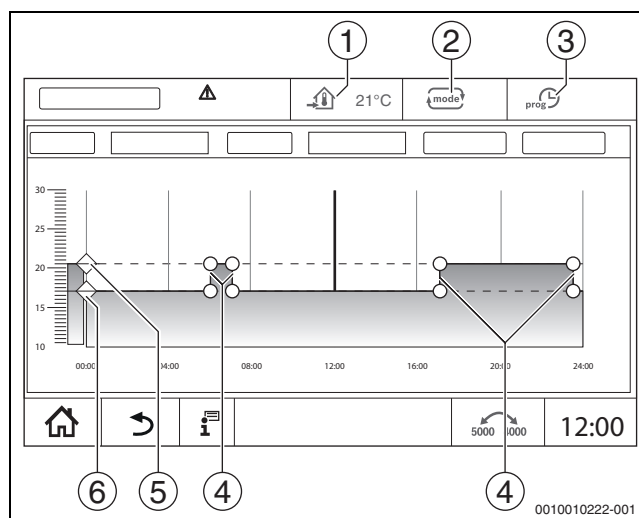

Fig. 18 Modificarea Regim automat în regres în programul temporizat
Pentru regimurile de funcționare (→ Fig. 18, [2], pagina 16) și funcțiile extinse pot fi setate temperaturi și criterii de comutare proprii. Setările pot fi efectuate separat pentru fiecare circuit de încălzire și fiecare regim de funcționare.
Regim automat în regres este predefinit prin intermediul parametrilor din meniurile de service. Parametri sunt modificați în programul temporizat (→ Fig. 18, [4], [6]).
- ▶ Modificați temperaturile prin mutarea punctelor (→ fig. 18, [5], [6]).